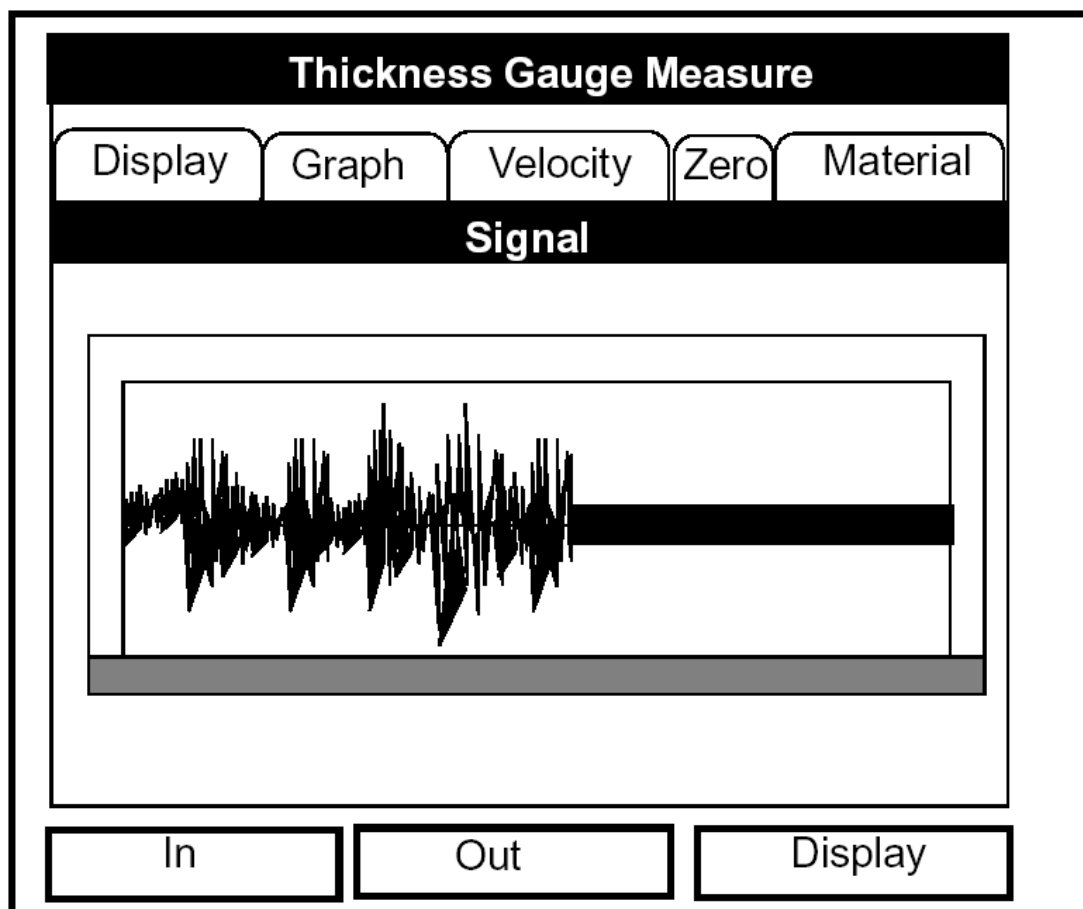

Рис. 9-8: Окно Graph в формате Zoom (масштабирование)
Нажмите клавишу [F2] (Cancel) или клавишу [F3] (OK) возврата к рабочему режиму (Operate Mode) или клавишу со стрелкой [▶] для перемещения к другому окну данной опции. Однако если Вы хотите настроить график, то нажмите клавишу [▼]. При этом на экране появится изображение, подобное рис. 9-8, приведенному на следующей странице.